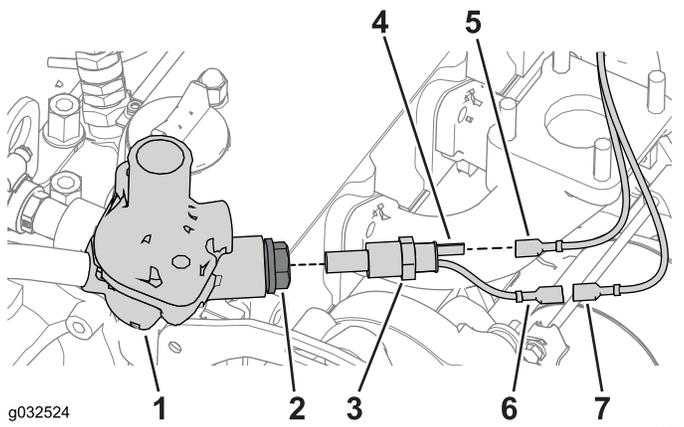

Figura 34
1. Individuate l'alloggiamento del termostato sul blocco del motore e rimuovete il tappo del foro del motore (Figura 34).
5. Individuate il filo giallo che avete scollegato in un passaggio precedente e collegatelo al connettore del motore caldo (Figura 34).
6. Individuate il filo arancione fissato con fascetta al filo giallo e collegatelo al connettore del motore molto tiepido (Figura 34).